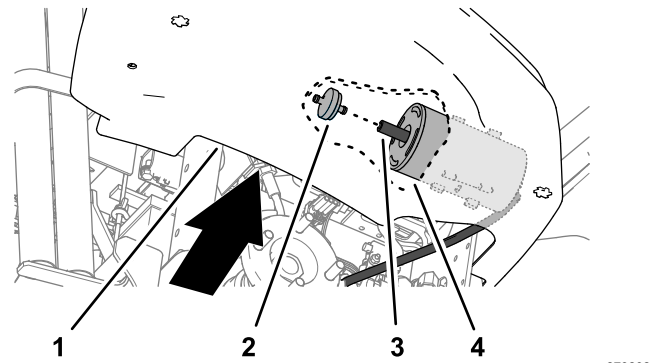

Figura 31
para trás e para fora do tubo na extremidade do recipiente de carbono (Figura 31).
5. Insira um novo filtro do recipiente de carbono na mangueira na extremidade do recipiente de carbono (Figura 31).